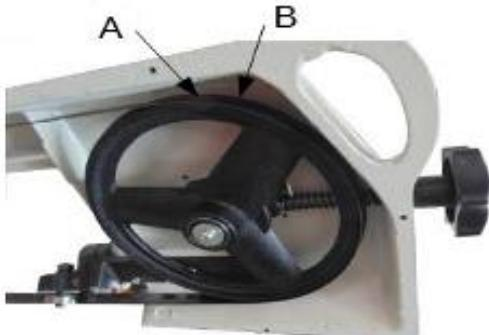

Рис. 7
1. Поместить рычаг пилы в максимально открытую позицию и открыть крышку колеса (A). Смотрите рис. 7.
2. Включите станок. Путь оборотов полотна правильный, если его задняя сторона (A)
на рис. 7) почти касается кромки фланца колеса (B). Задняя часть полотна не должна тереться о фланец.